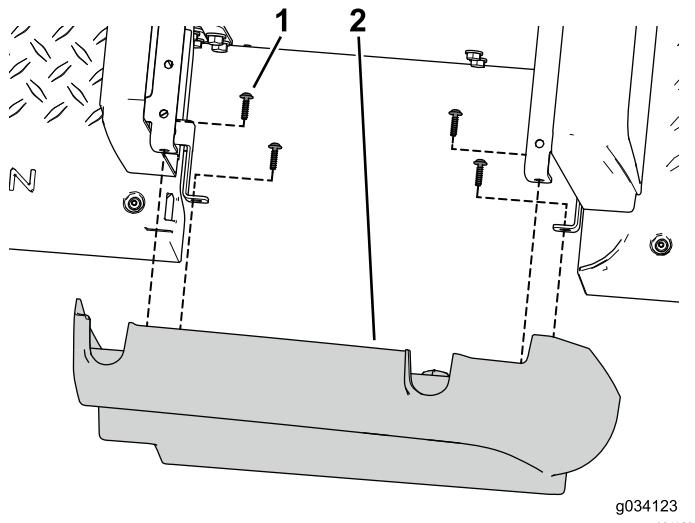

Рисунок 43
- С помощью 8 самонарезающих винтов (3/32 x 7/8 дюйма) зафиксируйте левую и правую боковые панели из комплекта на передних панелях основания сиденья (Рисунок 43).